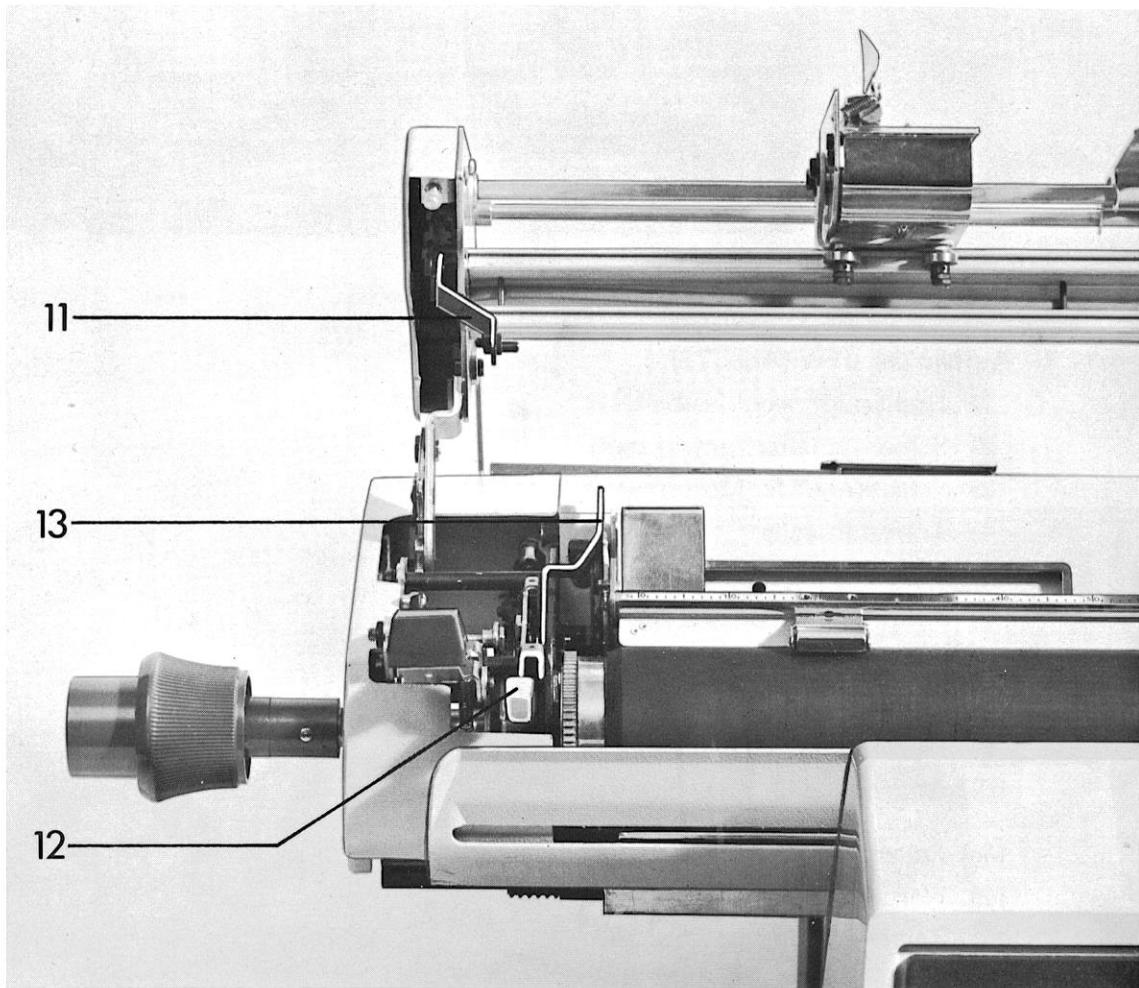
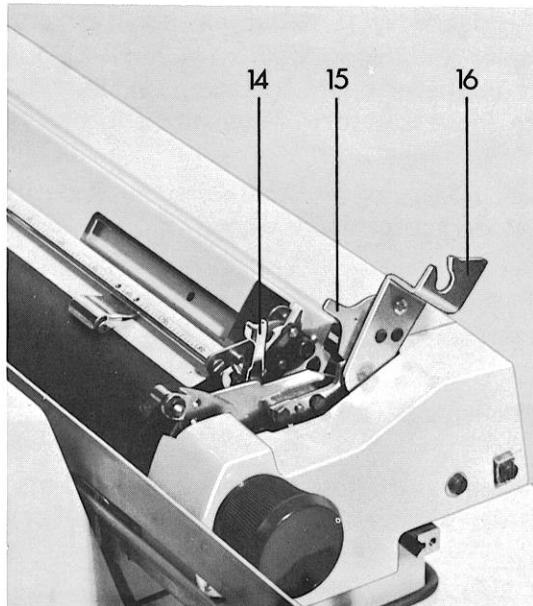

Abb. 24 EFW hochgeklappt mit Zeilensperrhebel
Abb. 25 Spezialwagen mit aufgestecktem Lagerwinkel
- 11) Zeilensperrhebel (s. Abb. 24)
- 12) Walzenlöser (s. Abb. 24)
- 13) Zeileneinsteller (s. Abb. 24)
- 14) Papierlöser (s. Abb. 25)
- 15) Sicherungshebel (s. Abb. 25)
- 16) Lagerwinkel (s. Abb. 25)
Zusätzlich befindet sich auf der linken Seite der EFW ein beweglicher Zeilensperrhebel (11) Abb. 24, welcher über einen Zeilensperrmagneten programmgesteuert wird.
- Zusätzliches Aufstecken von 2 unterschiedlichen Lagerwinkeln (16) Abb. 25 links (L) und rechts (R) in bereits vorhandene Lager des Spezialwagens.
- Einlegen des jeweiligen Sicherungshebels (15) Abb. 25/26
- Zeileneinsteller (13) Abb. 24 auf letzte Raststellung nach hinten einrasten. (Aufstecken bzw. hochklappen der EFW-Einrichtung sonst nicht möglich).
Walzenlöser (12) Abb. 24 Papierlöser (14) Abb. 25
- Papierlöser betätigen (14) Abb. 25 und Journal entsprechend ausrichten (horizontal und vertikal)